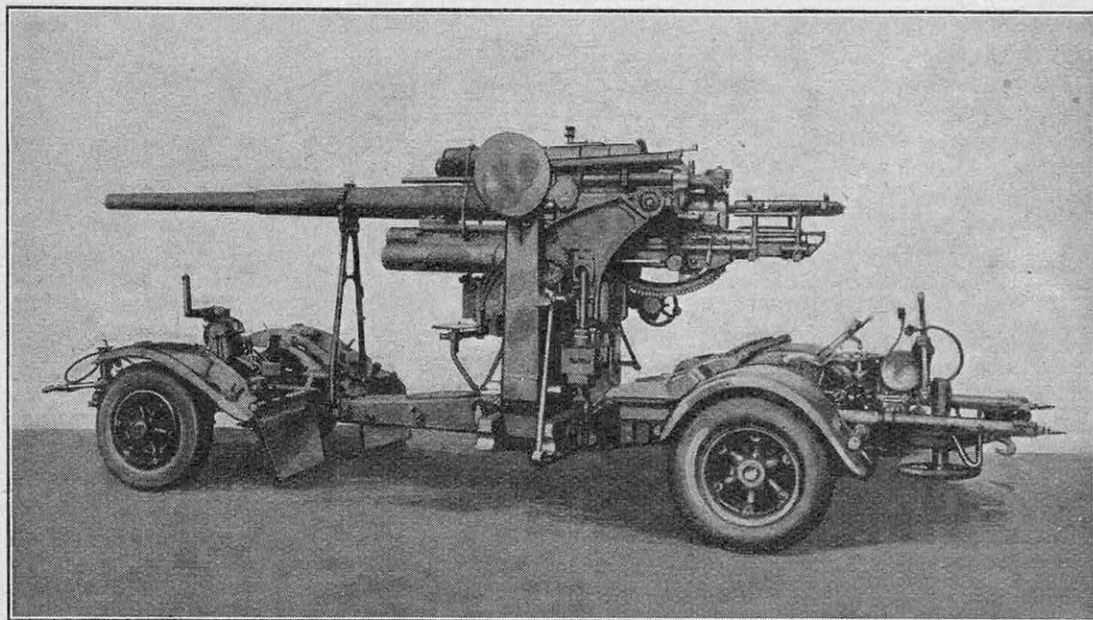
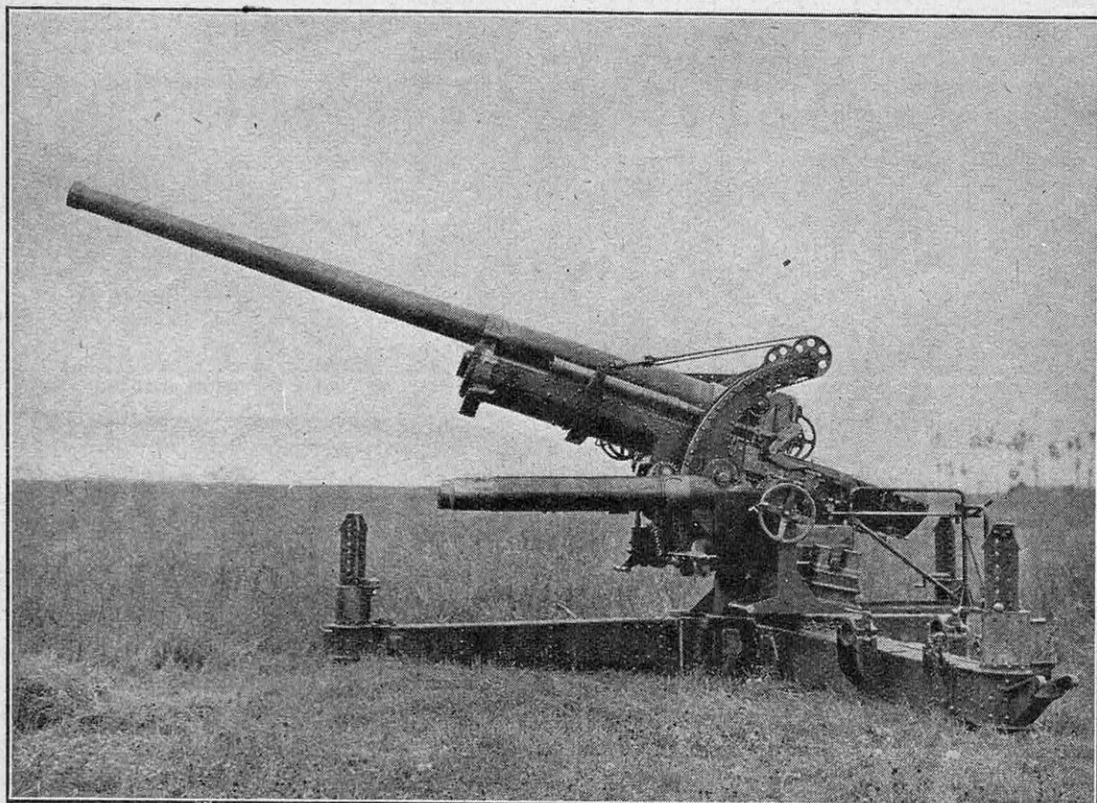

FIG. 2. — CANON DE D. C. A. KRUPP DE 88 MM EN ORDRE DE ROUTE
FIG. 4. — CANON DE D. C. A. SCHNEIDER DE 90 MM EN POSITION DE TIR
*Cette photo représente l'un des matériels allemands de 88, avec affût quadriflèche, en position de tir, au pointage maximum de + 85°. Le matériel est nettement moins puissant que le matériel Schneider de 90 mm représenté sur les figures 4 et 5 ; la cartouche pèse seulement 14,5 kg et le chargement se fait à bras. On notera le report de l'axe des tourillons à l'extrémité arrière du châssis et l'équilibreur double compensant la prépondérance du poids de la volée. Les caractéristiques du matériel sont données dans la légende de la figure 2. On jugera des dimensions de la pièce par son poids en batterie (5 150 kg) et par la longueur du tube (4 m 92, soit 56 calibres).*
FIG. 3. — TRAJECTOIRES ET RÉSEAUX « ÉQUITEMPS » DU PROJECTILE DE 75 MM (VITESSE INITIALE 570 M/S) ET DE 90 MM (820 M/S) A gauche, le graphique, extrait du Règlement de Manœuvre de l'Artillerie française (Titre IX, D. C. A.), donne pour l'obus explosif de 75 mm, modèle 1917, tiré à 570 m/s, les trajectoires et réseaux « équitemps », c'est-à-dire le réseau des courbes lieu des points pour lesquels la durée du trajet est la même. Noter qu'il s'agit là d'un matériel de faible calibre, à faible vitesse initiale, datant de la guerre de 1914-18, et qui a été complété depuis, dans l'artillerie française, par des matériels à plus grande vitesse initiale. Avec les vitesses actuelles d'avions de bombardement vers 6 000 m, l'aviation parcourt près de 3 000 m pendant la durée de trajet de l'ordre de 25 s d'un tel projectile. C'est dire que les chances d'atteinte sont à peu près nulles si l'aviation manœuvre tant soit peu pour éviter les projectiles. A droite, le même graphique pour le matériel de 90 représenté sur les figures 4 et 5. On notera l'abaissement considérable des durées de trajet par l'emploi d'un matériel de gros calibre à grande vitesse initiale. C'est ainsi que la durée de trajet à 6 000 m d'altitude et 3 000 m de distance horizontale est de 12 s environ, alors que celle du 75 tiré à 570 m/s est de 28 s dans les mêmes conditions.
*Cette photo représente, en position de route, le canon de la figure 4. Ce canon tire, à 820 m/s, un projectile de 11,3 kg contenant 1,330 kg d'explosif. La portée maximum horizontale est de 17 450 m; le plafond de 11 600 m (au site + 80°). La voiture-pièce, en ordre de route, avec roues à bandages pneumatiques, pèse 8 320 kg. La bouche à feu, avec culasse, n'entre dans ce poids total que pour 1 400 kg.*